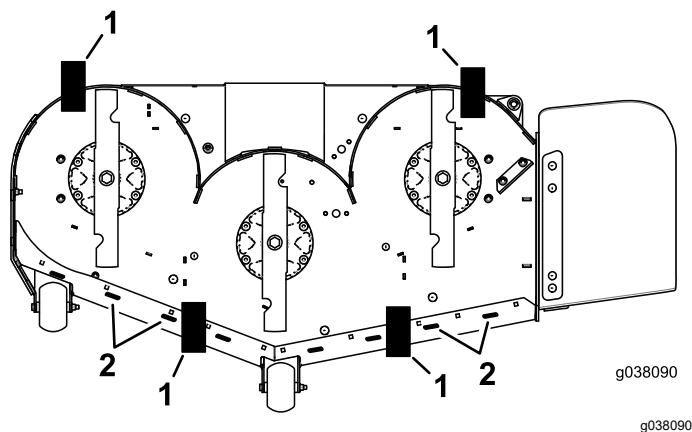

Figura 97
11. Coloque 2 bloques (ver *Altura de bloque y soporte*) debajo del borde trasero del faldón de la carcasa de corte, uno en cada lado de la carcasa de corte (Figura 97).